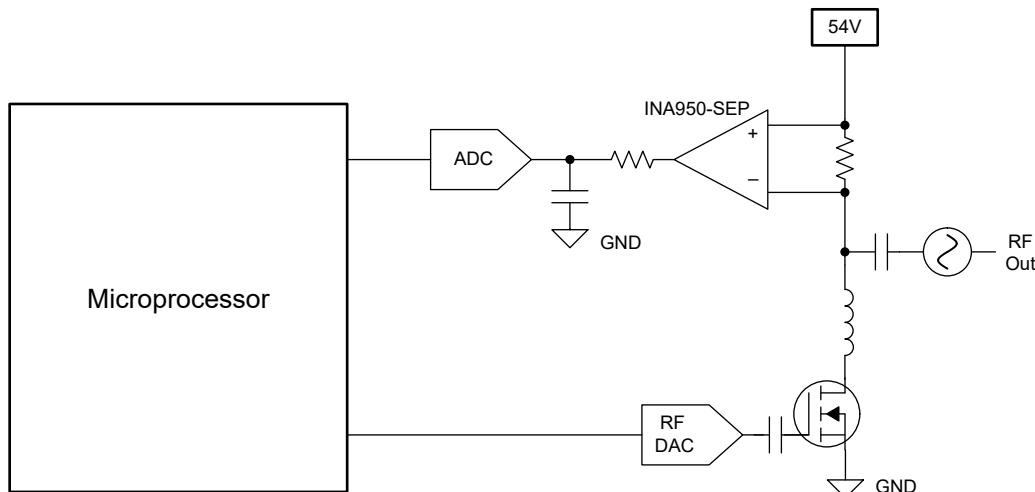

図 7-2. PA アプリケーションでの電流検出
INA950-SEP は単方向の電流検出アンプで、2.7V~80V のシャント同相電圧で抵抗性シャントを通過する電流を測定できます。図 7-2 に、ハイサイド無線周波数 (RF) パワーアンプ (PA) アプリケーションで電流を監視する回路構成を示します。